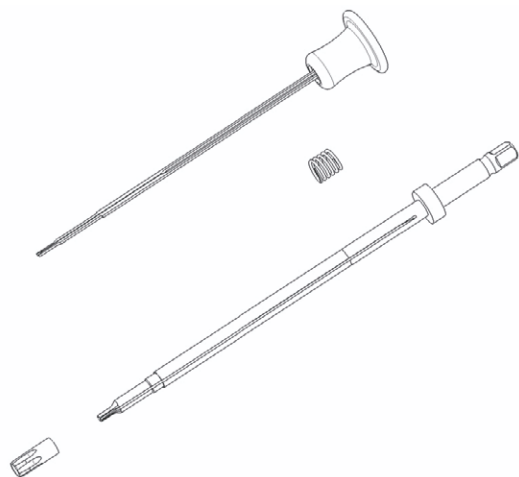

Fig. 10 Sprängskiss av S⁴ Cervical självhållande polyaxial skruvdragare
- Låt ratten med kvarhållande tungor glida på skruvdragaren saxeln på ett sådant sätt att de kvarhållande tungorna snäpper in i spåren på skruvdragaren, se Fig. 10.
6.4 Stavinförare (26)